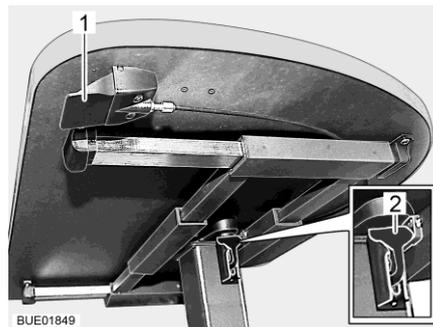

Fig. 63 Mesa elevadora con botón de desbloqueo
- Tirar o presionar hacia abajo la palanca de bloqueo (Fig. 63,2).
- Empujar la palanca de bloqueo (Fig. 63,2) hacia arriba.
- Pulsar y mantener pulsado el botón de desbloqueo (Fig. 63,1). El tablero de la mesa se desplaza automáticamente hacia arriba hasta el tope final.
- Soltar el botón de desbloqueo (Fig. 63,1). El tablero de la mesa permanecerá en la posición seleccionada.
- Pulsar y mantener pulsado el botón de desbloqueo (Fig. 63,1).
- Soltar el botón de desbloqueo (Fig. 63,1). El tablero de la mesa se quedará en la posición más baja.